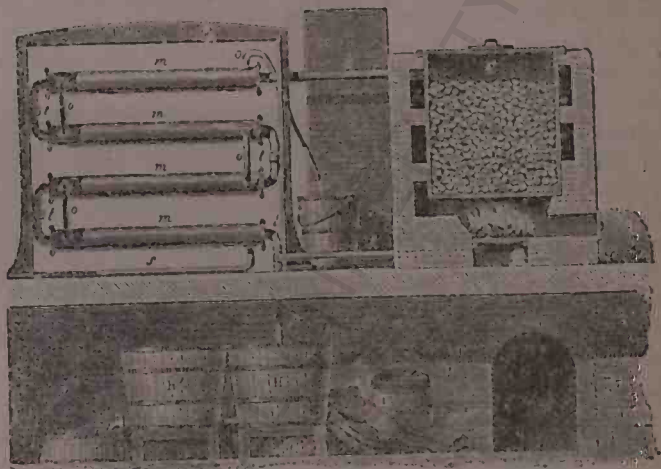

Fig. 73
b) În alte țări se încălzesc lemnele verzi în vase închise de metal (fig. 73), în care nu se află aer.